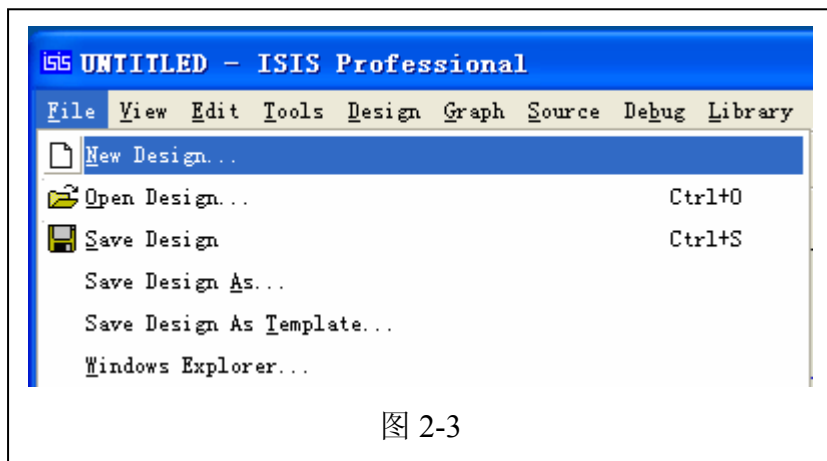

图 2-3
2) 单击菜单栏“FILE”，选择“New Design”。如图 2-3。